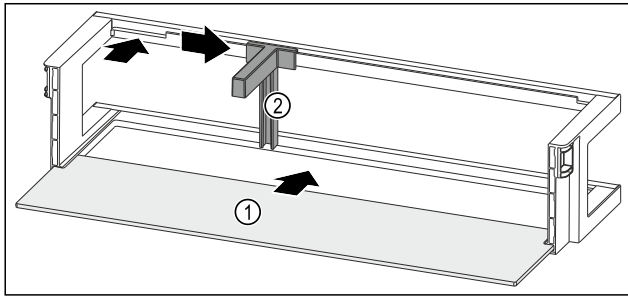

Fig. 85 Balconnet de contre-porte avec tablette de rangement
- ▶ Insérer la tablette de rangement Fig. 85 (1) dans les évidements latéraux.
- ▶ Insérer le porte-bouteilles Fig. 85 (2) dans l'évidement.
- ▶ Pousser le porte-bouteilles Fig. 85 (2) sur le côté en position souhaitée.